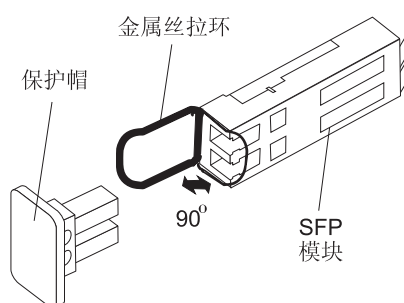

图 30. 松开金属丝类 SFP 模块滑锁
- 对包含金属丝卡口的 SFP 模块，如图 30 中所示，通过把金属丝滑锁向外拔出 90° 来松开 SFP 模块滑锁。